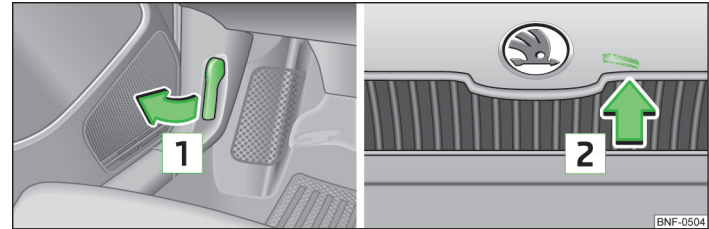

Fig. 103 Deblocarea capotei motorului
- Trageți de maneta de deblocare 1, de sub bord, în sensul săgeții » fig. 103. ▶
- Presați maneta de deblocare în sensul indicat de săgeata **2** » fig. 103, capota motorului se deblochează.